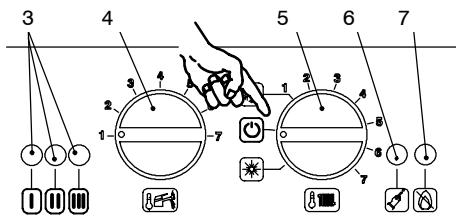

fig. 7.10
- 9 Posizionare il selettore 5 come indicato in fig. 7.10 per uscire dalla programmazione.